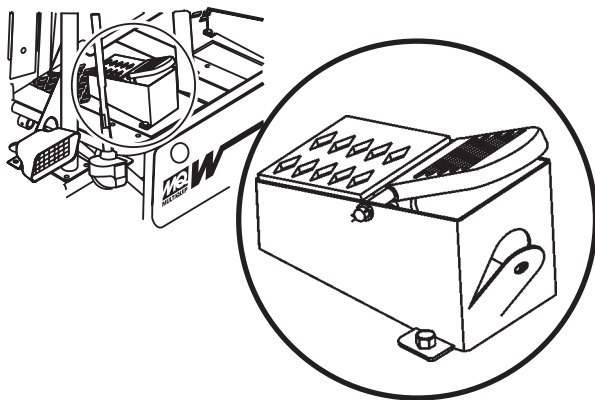

Figure 10. Pédale de commande de vitesse des lames
2. La pédale droite (Figure 10) commande la vitesse des lames et le régime moteur. La position de la pédale détermine la vitesse des lames. Pour une vitesse de lames basse, appuyez légèrement sur la pédale. Pour une vitesse de lames maximale, appuyez à fond sur la pédale.